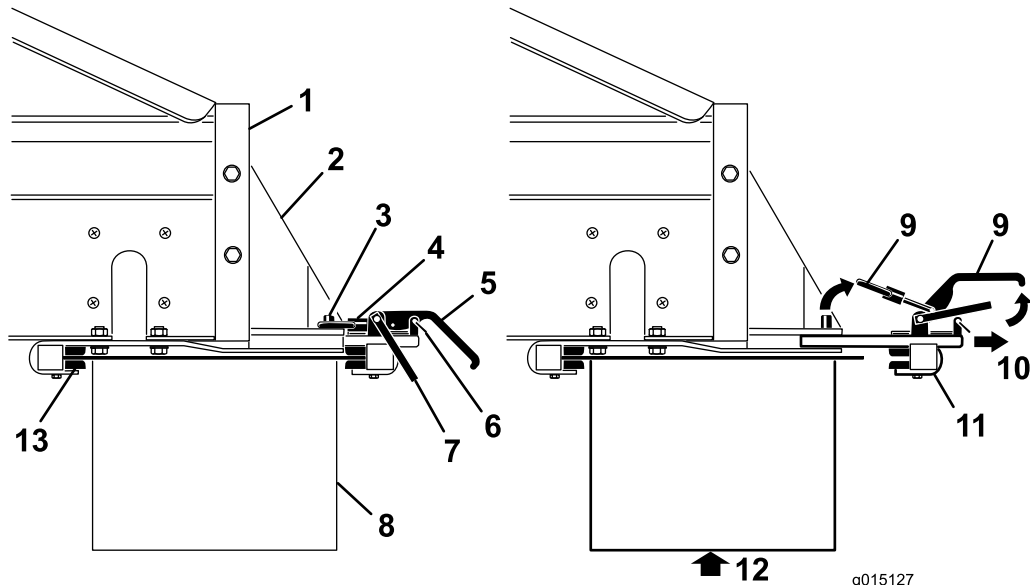

图 49
3. 卸下锁紧手柄 (图 49) 上的安全门夹。
4. 提起安全门然后提起附件连接锁紧手柄再从锁销中放开锁环 (图 49)。
5. 将后部的附件连接锁紧组件滑出快速连接槽(图 49)。
6. 在他人协助下将位于机器后部的上下交叉输送机/转盘的前端插入固定架前部的锁紧装置(图 49)。
7. 在为交叉输送机/转盘提供支撑的同时将后部附件连接锁紧组件滑入支架的槽内并位于尾端上方(图 49)。
9. 将安全门夹安装到锁紧手柄 (图 49)。